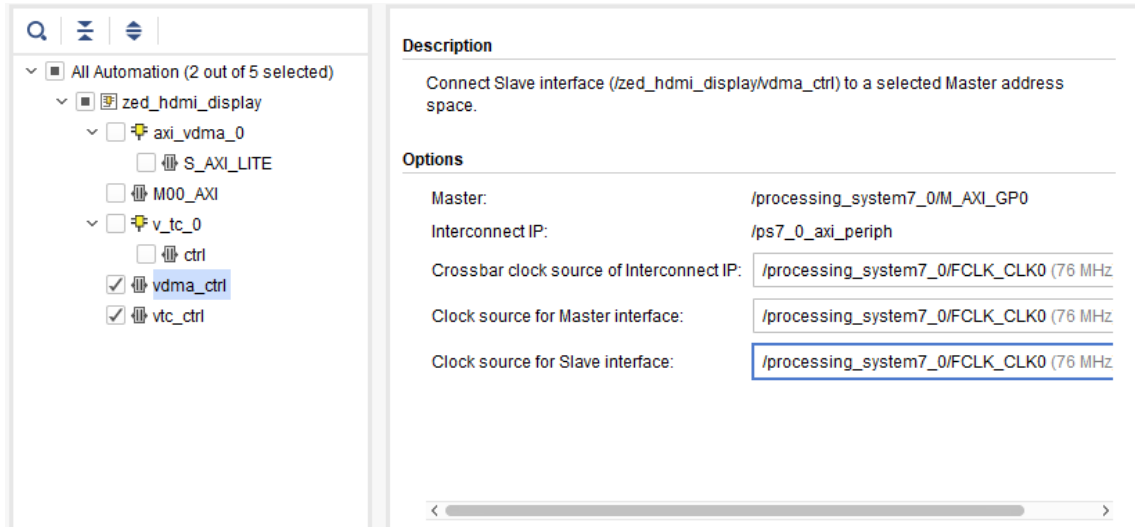

FIGURE 8 – Connexion des contrôleurs à l'horloge **FCLK_CLK0**
16. Cliquez sur *Run connection automation* pour connecter l'horloge du `zed_hdmi_display/vtc_ctrl` et du `zed_hdmi_display/vdma_ctrl` à l'horloge **FCLK_CLK0** (figure 8).